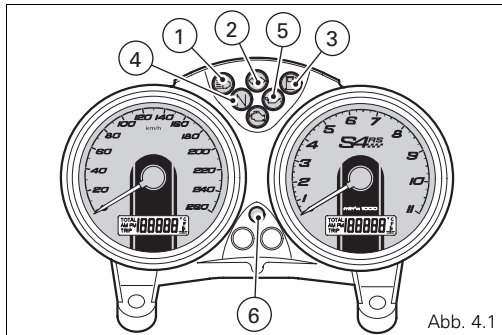
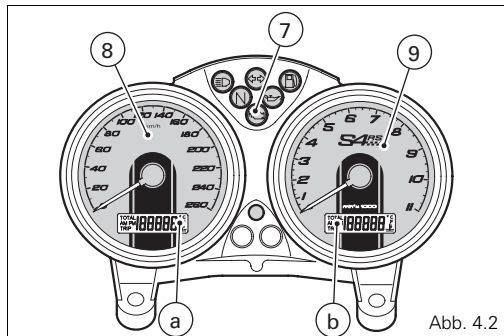
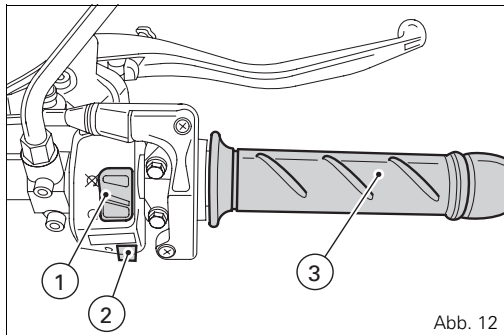

Abb. 4.1
Abb. 4.2
Abb. 12
Cockpit (Abb. 4.1 und Abb. 4.2)
Die CODE CARD muss an einem sicheren Ort aufbewahrt werden. Das Mitführen des elektronischen und auf der CODE CARD angegebenen Codes ist jedoch ratsam, falls eine Motorfreigabe anhand des Verfahrens mit Betätigung des Gasdrehgriffs erforderlich werden sollte. Das folgende Verfahren gibt dem Anwender die Möglichkeit, im Fall von Störungen an der Wegfahrsperrung die Funktion der „Motorsperre“, die durch das Aufleuchten der ockerfarbenen Kontrollleuchte **EOBD** (7, Abb. 4.1) angezeigt wird, aufzuheben. Dieses Verfahren kann jedoch nur mittels Eingabe des auf der Code Card angegebenen elektronischen Codes (eletronic code) durchgeführt werden.
- 1) Den Zündschlüssel auf ON stellen, dann den Gasgriff vollkommen aufdrehen und in dieser Position halten. Die EOBD-Kontrollleuchte (7, Abb. 4.1) erlischt nach einer festgelegten Zeit von 8 Sekunden.
- 1) Wird der Code erkannt, blinkt die Kontrollleuchte (6, Abb. 4.1) am Cockpit kurz auf. Das Schutzsystem hat in diesem Fall den Schlüsselcode erkannt und hebt die Motorsperre auf. Durch Drücken des START Knopfs (2, Abb. 12) kann der Motor gestartet werden.
- 2) Bleiben die Kontrollleuchte (6, Abb. 4.1) oder die EOBD-Kontrollleuchte (7, Abb. 4.1) eingeschaltet, so wurde der Code nicht erkannt. In diesem Fall wird empfohlen, den Schlüssel in die Position OFF zu bringen und ihn darauf wieder auf ON zu drehen. Sollte der Motor weiterhin blockiert bleiben, sollte man es nochmals mit dem anderen, mitgelieferten schwarzen Schlüssel versuchen. Springt der Motor immer noch nicht an, setzen Sie sich bitte mit dem DUCATI Kundendienst in Verbindung.
- 3) Blinkt die Kontrollleuchte (6, Abb. 4.1) weiterhin auf, so ist eine Fehlfunktion der Wegfahrsperre zurückgesetzt worden (z.B. mittels Motorfreigabe über den Gasdrehgriff). Wird der Zündschlüssel auf OFF, dann wieder auf ON gedreht, müsste die Kontrollleuchte der Wegfahrsperre wieder normal aufleuchten (siehe Punkt 1).
Rechte Schaltereinheit (Abb. 12)
Gasdrehgriff (Abb. 12)